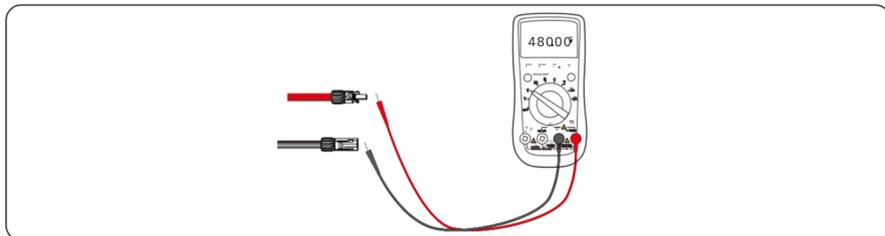

Figura 5.13 Checando a tensão de cada rota das strings
Passo 3 Insira os cabos de alimentação positivos e negativos cravados nos conectores positivos e negativos correspondentes até que um som de "clique" seja ouvido, conforme mostrado na Figura 5.13.